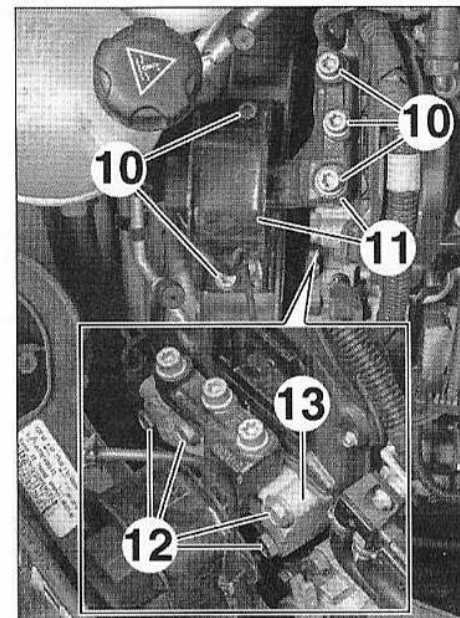
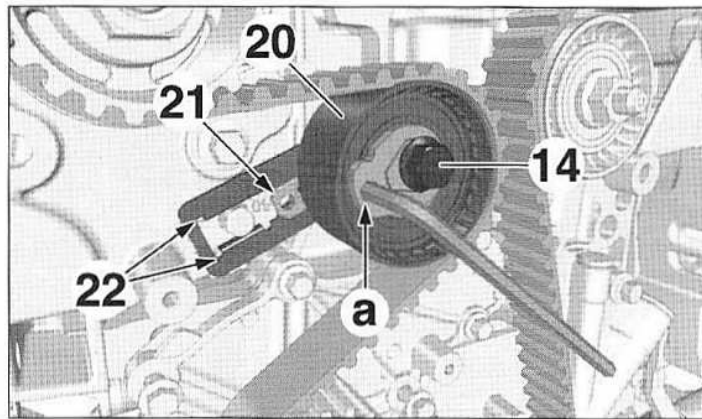

FIG.5
FIG.8
- Déposer (Fig.5) :
- les vis (10) et la partie supérieure (11) du support moteur droit,
- les vis (12) et la partie inférieure (13) du support moteur droit.
- A l'aide d'une clé six pans en (a), tourner le galet tendeur (20), dans le sens antihoraire, jusqu'à ce que l'index mobile (21) soit situé au centre de la fenêtre (22) (Fig.8).
- Dans cette position, serrer la vis (14).
- Reposer (Fig.5) :
- la partie inférieure (13) du support moteur droit,
- la partie supérieure (11) du support moteur droit.
- Vérifier que l'index mobile (21) soit toujours situé au centre de la fenêtre (22) (Fig.8).